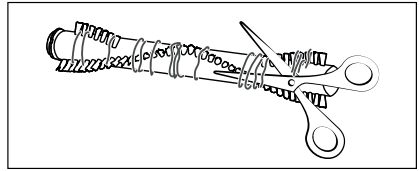

Abb. 31
- 4) Schneiden Sie Fäden und Haare entlang der Borsten der Bürstenrolle 21 mit einer Schere durch (siehe Abb. 31). Entfernen Sie Fäden und Haare von der Bürstenrolle 21.